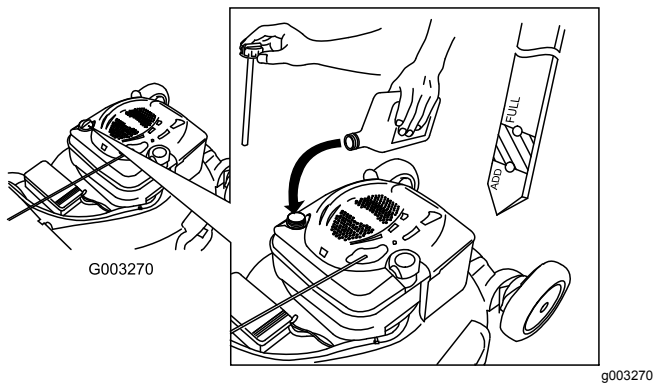

Figure 38
12. Sortez de nouveau la jauge et contrôlez le niveau d'huile ; voir Figure 38.